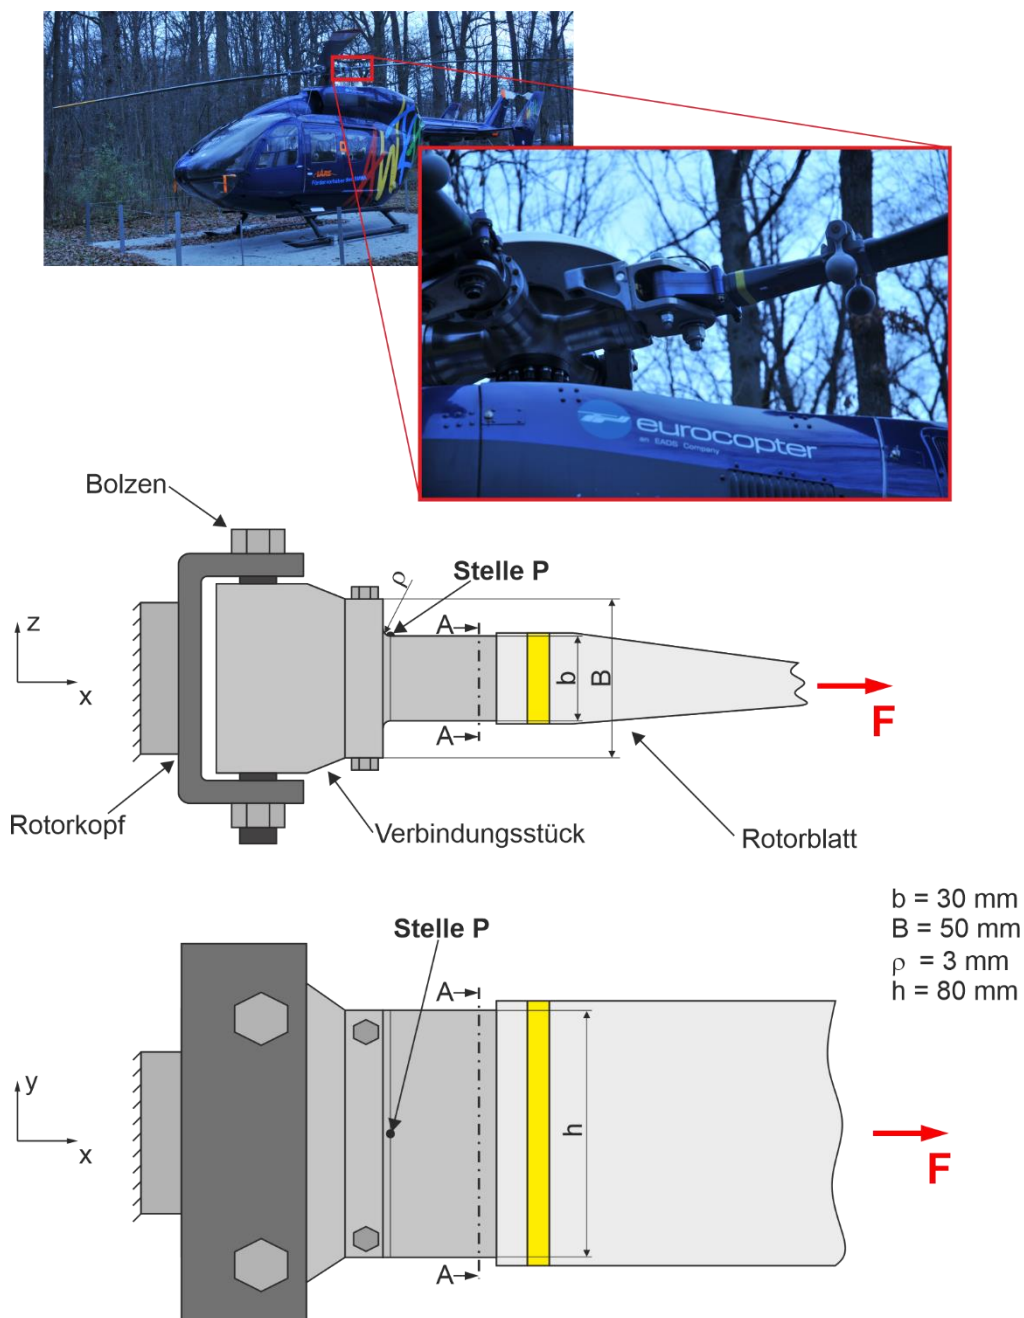

Bild 1.1: Helikopter.
Bei einem Helikopter kann die Anbindung der Rotorblätter an den Rotorkopf vereinfacht wie in Bild 1.1 dargestellt werden. Im Flug wird das Verbindungsstück zwischen Rotorkopf und Rotorblatt aufgrund der Fliehkräfte auf Zug beansprucht. Untersucht werden soll der Punkt P im Querschnittsübergang, auf der Oberseite des Verbindungsstückes mittig liegend. Das Verbindungselement sei aus dem duktilen Stahl **42CrMo4** gefertigt.
- d) Wie in Bild 1.1 zu erkennen, ist das Verbindungsstück über 2 Bolzen mit dem Rotorkopf verbunden. Die Bolzen haben jeweils einen Durchmesser von $d_{\text{Bolzen}} = 20 \text{ mm}$. Die Abscherfestigkeit des Bolzenwerkstoffes beträgt $\tau_{\text{aB}} = 650 \text{ MPa}$. Bei welcher Kraft F würde es zu einem Abscheren der beiden Bolzen kommen? **(3,0 P.)**